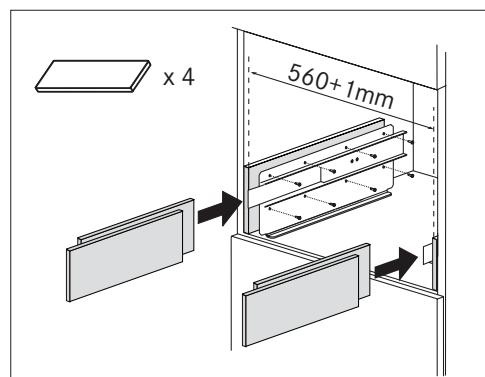

Рис. 7
- При необходимости откорректируйте расположение устройства, расположив прилагаемые распорки под опорой или по бокам опоры (рис. 7).